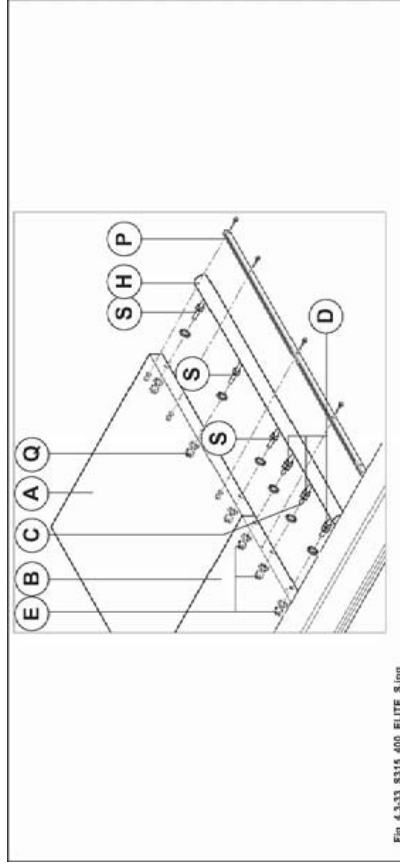

Abb. 4.3-33
die **Muttern (D Abb. 4.3-33) nicht lockern, da sie von unseren Technikern für die richtige Positionierung der zylindrischen Führung eingestellt wurden.**
- 2) Mutter (E Abb. 4.3-33) anziehen.
- 3) Die Muttern (S Abb.4.3-33) an der zusätzlichen Fläche (A Abb.4.3-33) von Hand anschrauben und achtgeben, daß die Führung (H Abb.4.3-33) dabei nicht verformt wird; abschließend die Muttern (Q Abb.4.3-33) festspannen.
- 4) Kontrollieren Sie, ob die Führung (H Abb.4.3-33) linear ausgerichtet ist und nehmen Sie, falls notwendig, die entsprechenden Einstellungen mit Hilfe der Muttern (S Abb.4.3-33) vor.
- 1) Den Schlauch (mit Zahnstange) (P Abb. 4.3-33-1) montieren und mit einem Probesschnitt prüfen, ob die Breite der Platte der Ablesung auf dem Schild (R Abb. 4.3-33-1) entspricht; falls die richtige Stellung eingestellt werden muss, lockert man die Befestigungsschrauben (T Abb. 4.3-33-1) und positioniert dem Schild (R Abb. 4.3-33-1) neu.